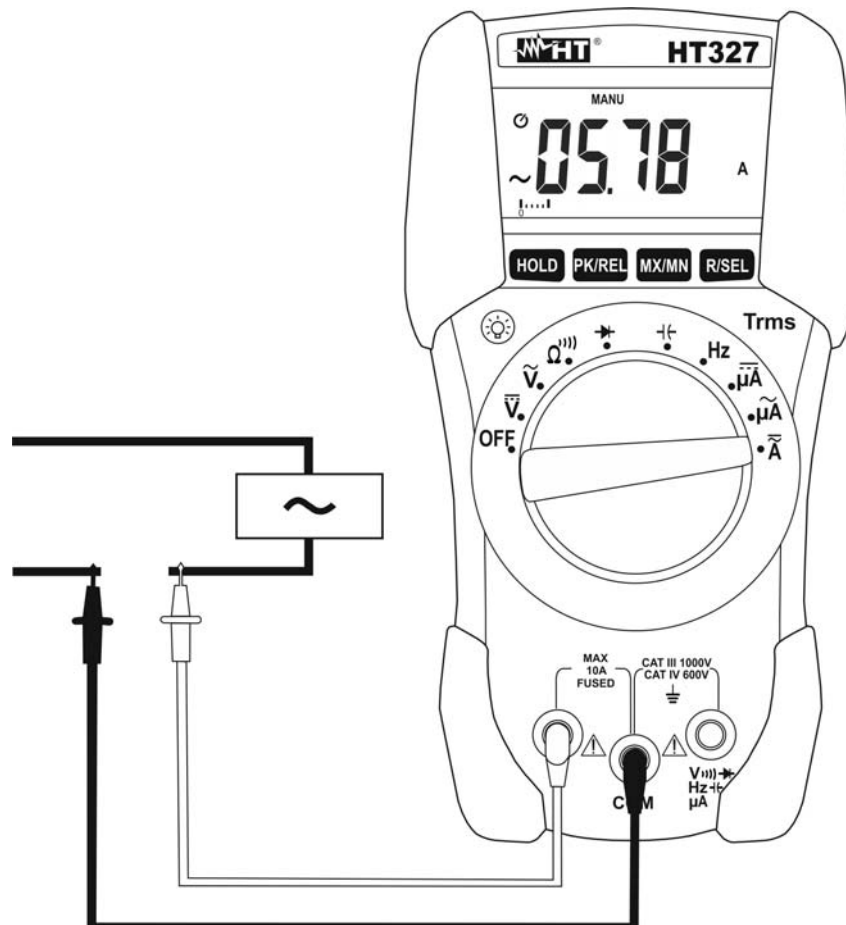

Fig. 5: Uso dello strumento per misura di Corrente AC
4. Collegare il puntale rosso ed il puntale nero in serie al circuito di cui si vuole misurare la corrente (vedere Fig. 5).